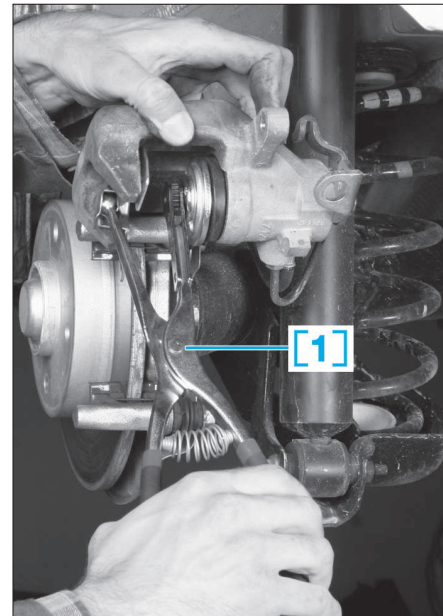

FIG. 13
OUTILLAGE SPÉCIFIQUE (FIG.13)
- repousser le piston de frein arrière, en le faisant tourner dans le sens des aiguilles d'une montre à l'aide de l'outil [1] (Fig.13).